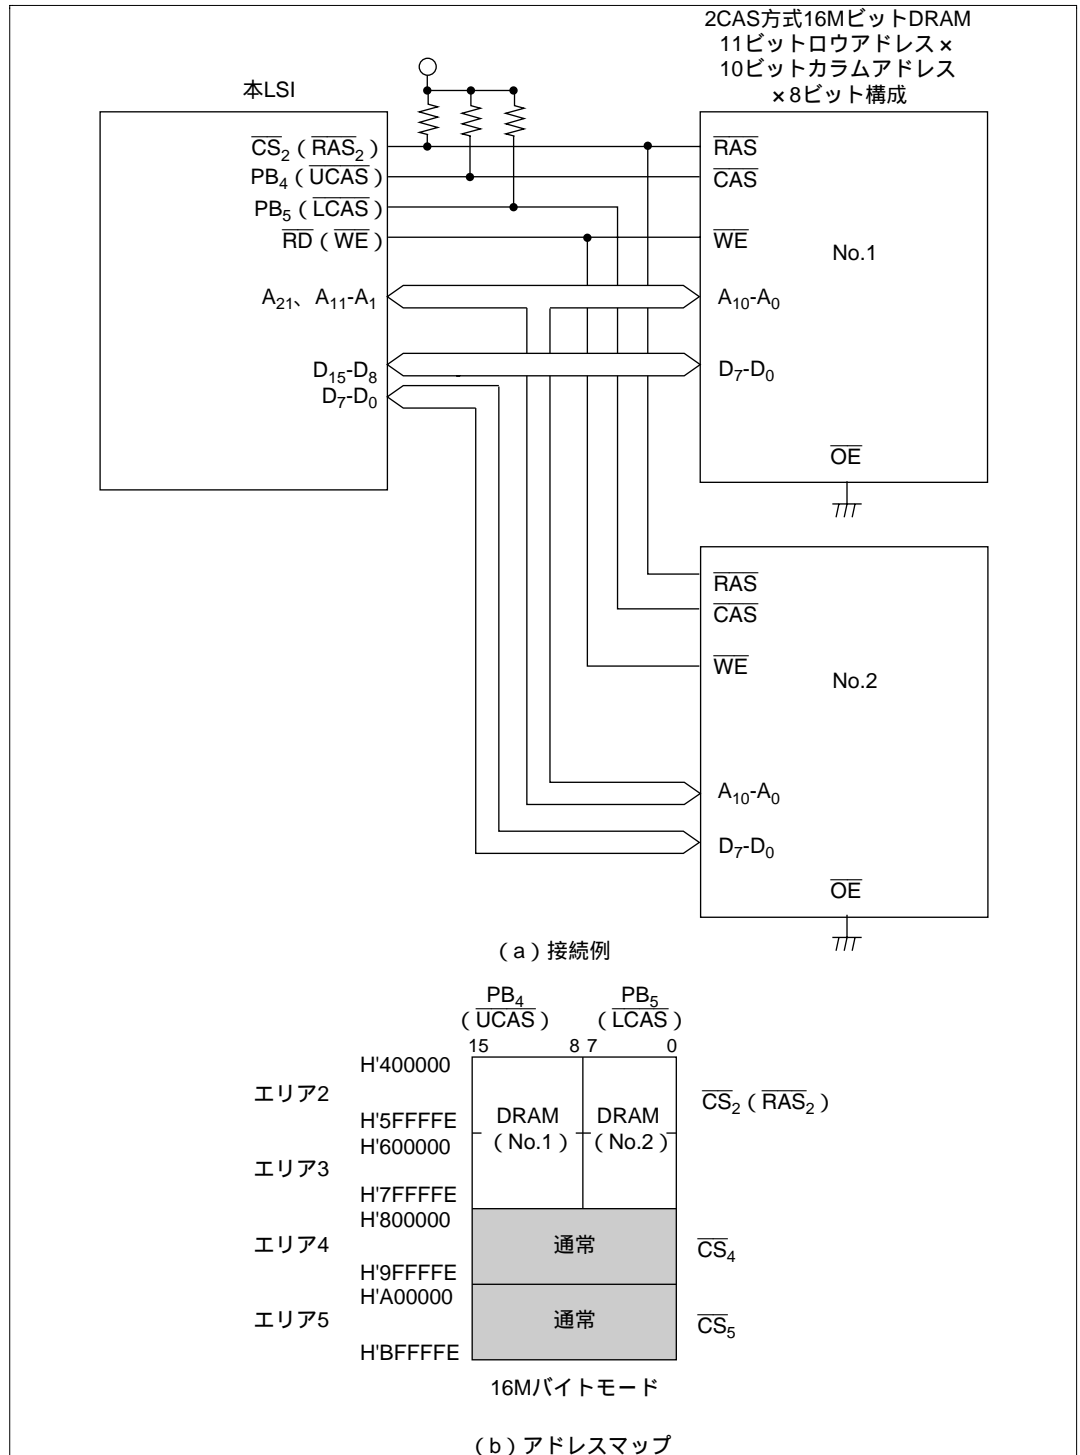

図 6.32 ×8 ビット構成の 16M ビット DRAM の接続例とアドレスマップ
(2) 図 6.32 に×8 ビット構成の 16M ビット DRAM を 2 個使用する場合の接続例とそのアドレスマップを示します。本例では 11 ビットロウアドレス×10 ビットカラムアドレスのタイプのものを使用しています。 $\overline{CS}_2$  端子をエリア 2 およびエリア 3 に共通の  $\overline{RAS}$  出力端子として使用しています。本例のように DRAM のアドレス空間が複数エリアにまたがって連続する場合、DRAS2~0 の設定により、一本の  $\overline{CS}$  端子が複数エリアに共